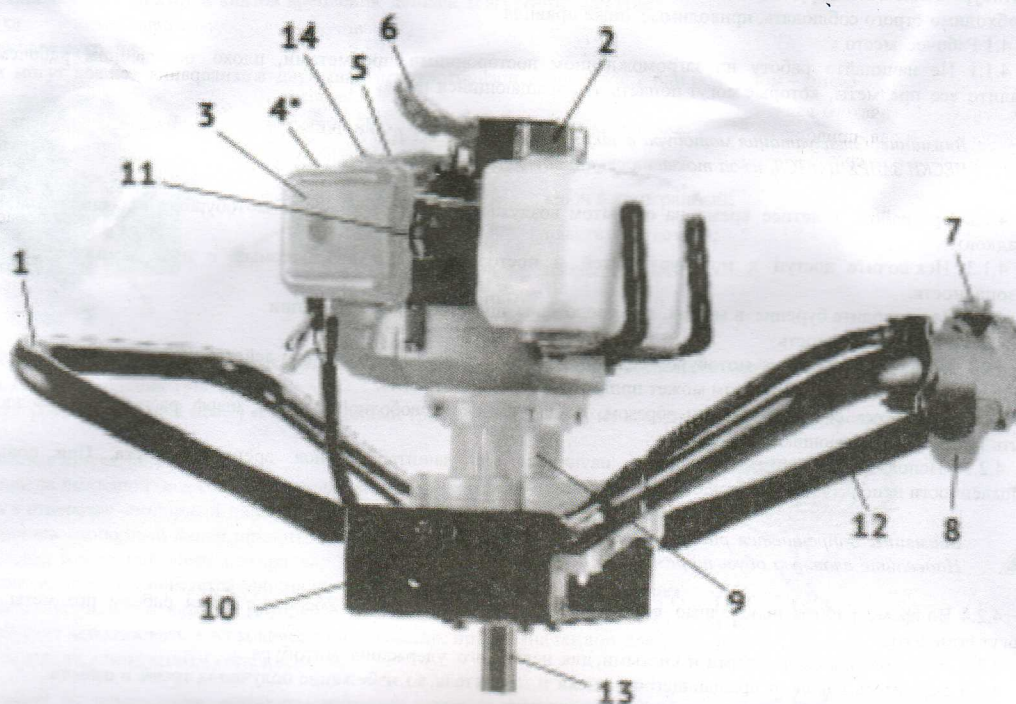

рис.1
2.4 Общий вид мотобура представлен на рис.1
3.1 Металлический редуктор мотобура (рис.1 поз.9) с двигателем и рукоятками (рис.1 поз.1 и 12) закреплены на стальной соединительной планке (рис.1 поз.10). Соосный с валом двигателя шестерёнчатый редуктор понижает частоту вращения, что приводит к увеличению крутящего момента на выходном валу (рис.1 поз.13). На выходной вал стандартного размера ($\varnothing 20\text{мм}$) крепится рабочий инструмент мотобура: шнеки для бурения скважин в грунте или лунок во льду.
3.2 Мотобур оснащён одноцилиндровым двухтактным двигателем внутреннего сгорания с вертикальным расположением коленчатого вала. Двигатель имеет карбюраторную систему питания. Пуск двигателя осуществляется ручным тросовым возвратным стартером (рис.1 поз.6).
Открутите крышку (рис.1 поз.2) топливного бака. Заливайте топливо в бак не более чем на 1 см ниже уровня основания заливной горловины. Перед запуском двигателя тщательно протрите топливный бак, удалив возможные при заправке брызги топлива.
- перевести выключатель зажигания (рис.1 поз.7) в положение «ВКЛ»;
- перевести рычаг воздушной заслонки (рис.1 поз.14) в положение «закрыто» - (крайнее левое положение) при пуске холодного двигателя (для прогретого двигателя рычаг устанавливается в промежуточном положении);
- нажмите несколько раз на кнопку ручной подкачки топлива (рис.1 поз.11);
- слегка потяните рукоятку стартера (рис.1 поз.6) пока не почувствуете сопротивление, затем потяните за ручку стартера сильно, но плавно. Повторите это действие 5-6 раз до первой вспышки двигателя. Двигатель запускается только на короткое время и сразу глохнет.
6.1.2 При нажатии на рычаг дроссельной заслонки (рис.1 поз.8), увеличатся обороты двигателя и, после срабатывания центробежного сцепления, шнек начнет вращаться. Скорость вращения шнека регулируется нажатием на рычаг дроссельной заслонки.
- перевести выключатель зажигания (рис.1 поз.7) в положение «ВЫКЛ».